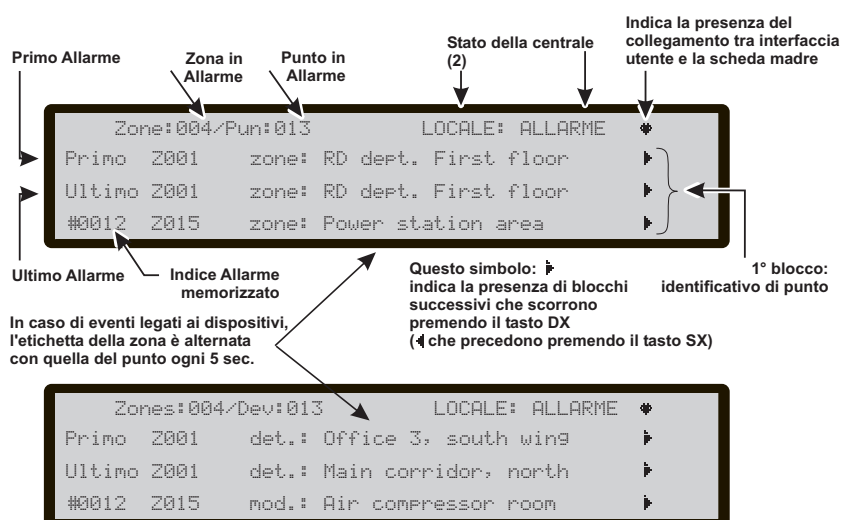

Figura 7 Schermata: STATO di ALLARME.
- dai display della centrale e dei Repeater con una schermata come quella in figura 7;
La schermata in Figura 7 segnala che la centrale è nello STATO di ALLARME: